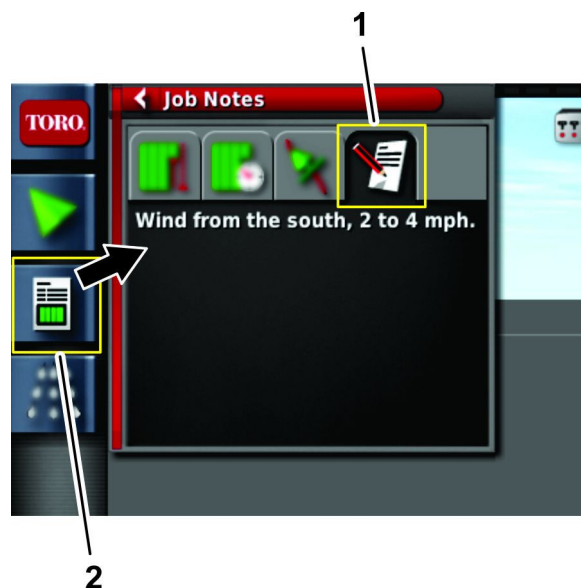

Figura 87
2. Premete l'icona delle Note dell'attività (Figura 87).
1. Aprite l'icona delle Informazioni dell'attività (Figura 87).